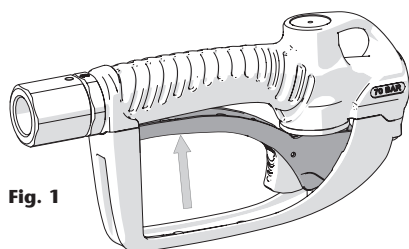

Fig. 1
1. Appuyez sur la gâchette jusqu'à l'ouverture maximale (fig. 1).